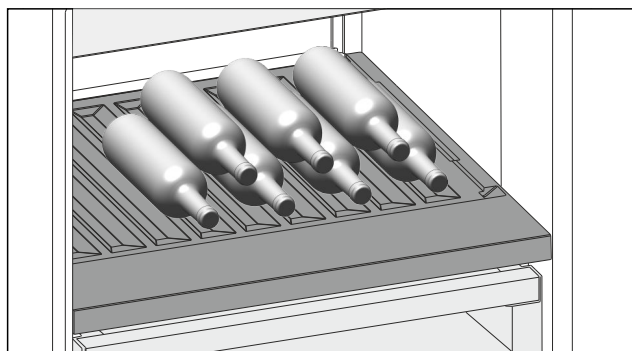

Fig. 165 Shembull ilustrues
- Shtrini shishet me fundin të drejtuar në faqen e pasme të frigoriferit. (shihni Fig. 165)